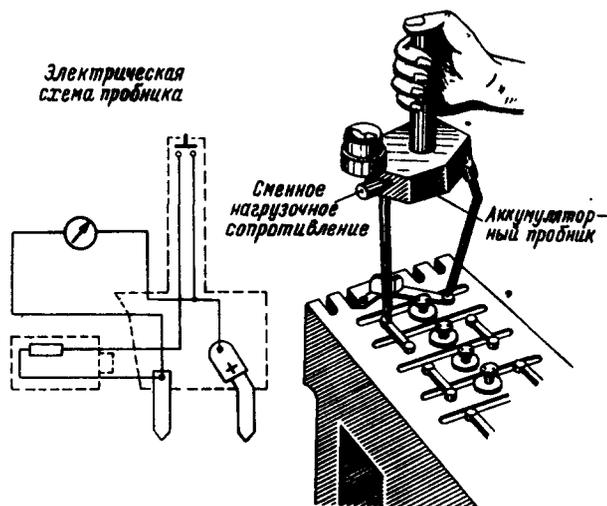

Рис. 50. К определению степени заряженности аккумуляторной батареи
23. Для определения степени заряженности батареи необходимо измерять напряжение каждого элемента с помощью пробника Румянцева (рис. 50) под нагрузкой током 12 А. Если напряжение хотя бы одного элемента батареи меньше 2 В, то батарею следует направить для зарядки.